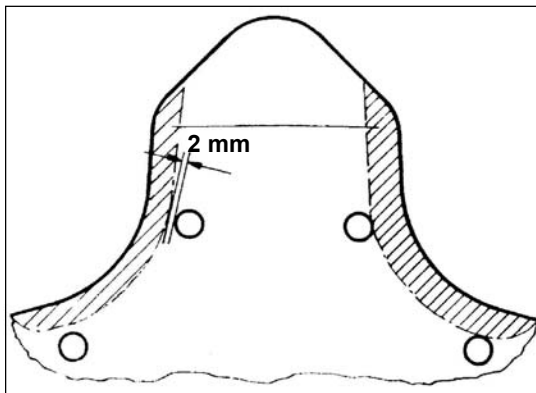

Fig 6-11. Dente da polia motora
- (1) controle visual da fixação dos parafusos;
- (2) verificar o estado dos componentes (fissuras, descolamentos etc);
- (3) procurar vazamentos e aquecimentos anormais; e
- (4) verificar o desgaste.
**e. Dentes da polia motora** - As polias motoras possuem, em dois de seus dentes, marcas para se verificar a usura da mesma. Deve haver do metal até a marca um espaço de 2 mm. Acima desse valor trocar a polia motora de lado. (Fig 6-11)